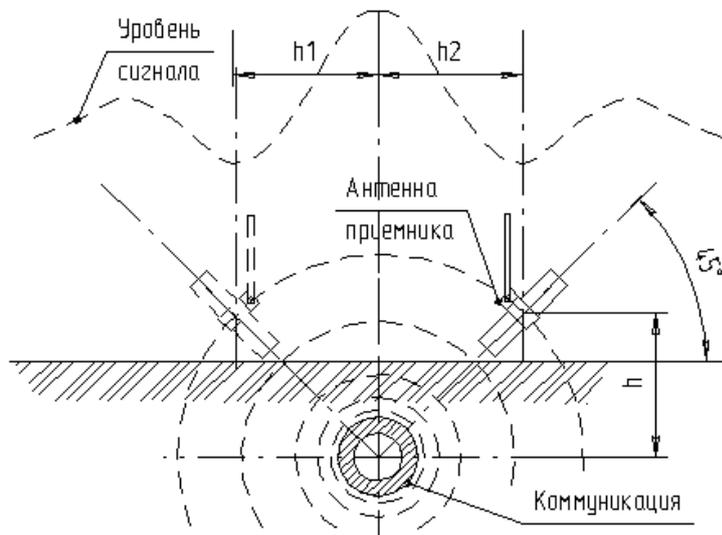

Рис.8. Схема определения глубины заложения.
7.1.4. Определить глубину залегания можно только после установления местоположения оси коммуникации (рис.8). Для этого антенну располагают под углом 45 градусов к поверхности земли над точкой расположения оси трассы и удаляют антенн приемника в направлении, перпендикулярном оси трассы до точки над поверхностью земли, где сигнал имеет минимум. Расстояние от точки над осью трассы до точки минимума сигнала равняется глубине залегания от поверхности земли до центра оси коммуникации. Для получения более достоверного значения глубины залегания антенну